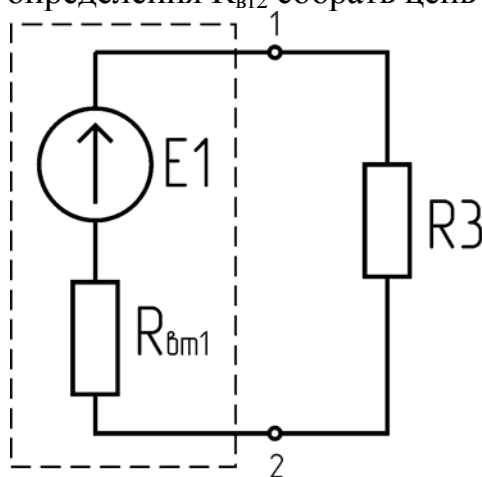

Рис.2
2. Для определения внутреннего сопротивления источника $R_{вг1}$ собрать цепь по схеме рис.2.
1. На основании закона Ома вычислить значение тока I в цепи рис.2, используя результат измерения п.3 экспериментальной части.
2. Составить уравнение по 2-му закону Кирхгофа для исследуемой цепи рис.2 и используя результаты, полученные в п.1 и п.3 экспериментальной части и в п.1 расчетной части, определить внутреннее сопротивление $R_{вт1}$ источника E_1 с нерегулируемой ЭДС.